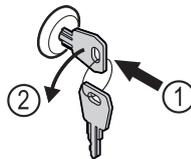

Fig. 177
- ▶ Inserire la chiave. Fig. 177 (1)
- ▶ Ruotare la chiave di 90° in senso antiorario. Fig. 177 (2)